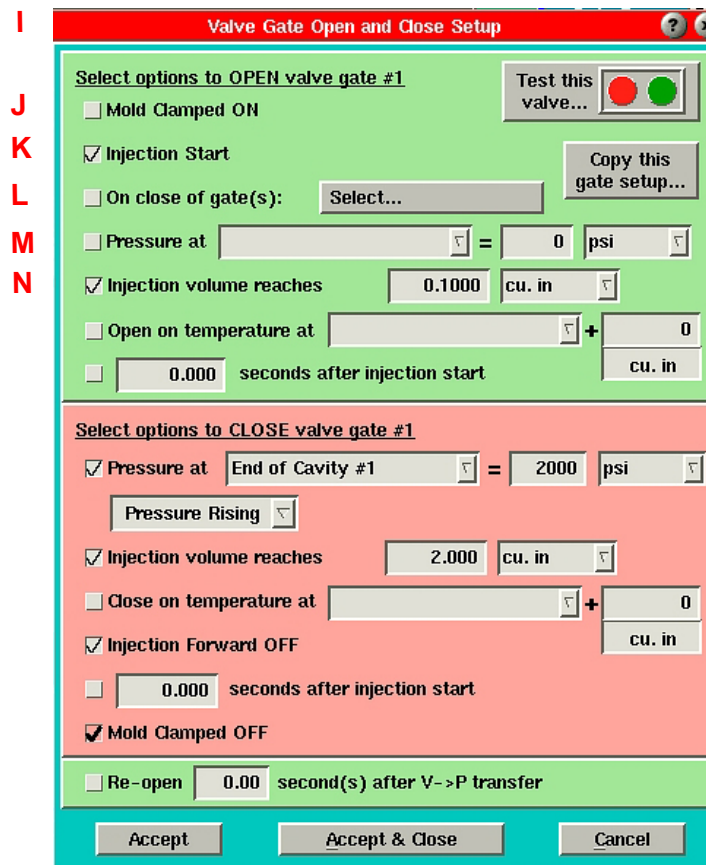

Abbildung 14: Tool "Setup für Schieberventil öffnen und schließen"
- E. **Ventil nach Volumen schließen:** Wenn das Volumen (aus Hub/Schneckenfläche) diesen Wert erreicht, schließt sich das Ventil. Wenn das Feld blau hervorgehoben ist, schließt sich das Ventil nach Volumen. Der Wert in dieser Spalte wird in der Maßeinheit angezeigt, die auf dem Bildschirm "Schieberventil-Schließsteuerung" ausgewählt wurde (Abbildung 14).
Wenn der Wert grau ist und nicht verändert werden kann, ist die Steuerung "Schließen nach Volumen" nicht aktiviert. Öffnen Sie Setup-Bildschirm für "Schieberventil" (Abbildung 14) und markieren Sie das Kontrollkästchen "Spritzvolumen erreicht".
- H. **Setup:** Jedes Schieberventil hat separate Einstellungen für die Öffnungs- und Schließsteuerung. Sie können durch Klicken auf die Schaltfläche für die einzelnen Schieberventile und Auswählen von "Ventilöffnungssteuerung" oder "Ventilschließsteuerung" aus dem Menü eingestellt werden. Außerdem können Sie die Funktionsweise der Schieberventilsteuerung testen, indem Sie "Dieses Ventil testen" auswählen. (Siehe Abbildung 14.)